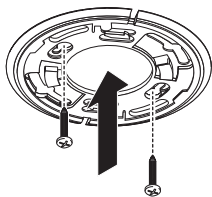

FIGURA 6
1. Coloque la abrazadera de montaje, sobre el techo o la pared, en la ubicación ya establecida y con un lápiz marque dos orificios opuestos para los tornillos de montaje. Perfore dos orificios con una broca de 1/16 in. (2mm). Ver Figura 6.
2. Utilice los tornillos de montaje proporcionados para pernos o carpintería. Para enyesado, tal vez prefiera utilizar anclas de plástico y tornillos. En este caso, perfore dos orificios con una broca de 3/16 in. (5mm) en el centro de las ubicaciones marcadas, e inserte las anclas en los orificios. Ver Figura 6.